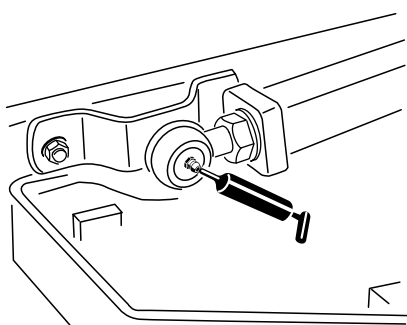

Figura 68
- 2 rótulas de los brazos de elevación (Figura 68)